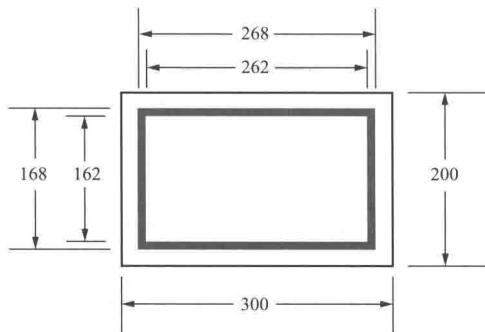

图 1-1 变压器标志牌尺寸参考类型（一）
(1) 变电站变压器标志牌基本图形为长方形，衬底色为白色，边框为红色，标志内容为红色，字体为黑体字。字号可根据标志牌尺寸、字数适当调整。
(2) 变压器标志牌尺寸参考类型（一）如图 1-1 所示。